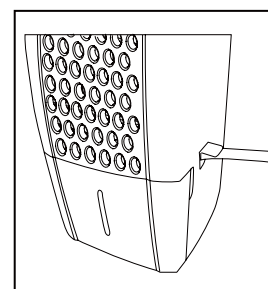

fig. 4
- i. Remplacez le seau dans l'unité et assurez-vous qu'il est placé correctement. (fig.4)